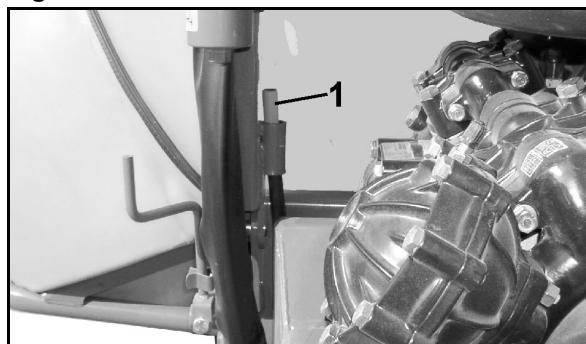

Fig. 48
- Marcajul roșu(Fig. 48/1) de pe indicatorul de control al piciorului de sprijin este vizibil, când utilajul este parcat pe piciorul de sprijin hidraulic.